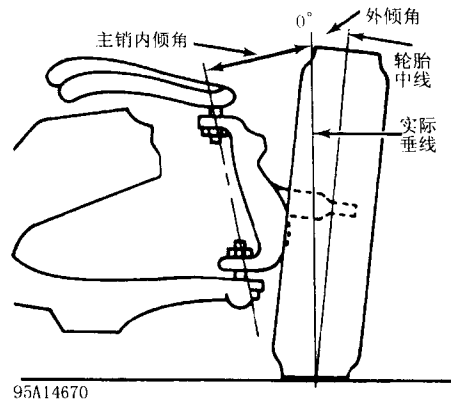

图 1-8 检查主销内倾角
1) 检查主销内倾用于检查零件是否弯曲或损坏,而不是进行维护调整。汽车必须停在水平面上,外倾角必须调整正确(图 1-8)。